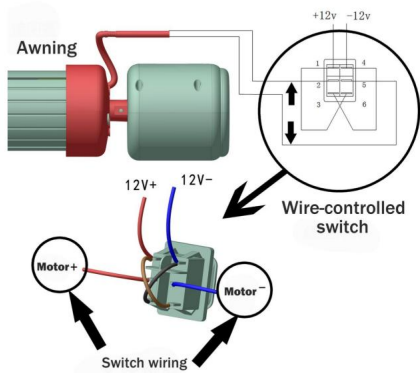

Figure D22
4.2 Après avoir vérifié que le câblage est correct, mettez sous tension et appuyez sur l'interrupteur de commande de ligne pour tester l'ouverture et la fermeture du parasoleil. Si le sens du bouton ne correspond pas au sens de l'action d'ouverture et de fermeture, veuillez inverser les pôles positif et négatif du câblage pour ajuster le sens de rotation du moteur (Figure D22).